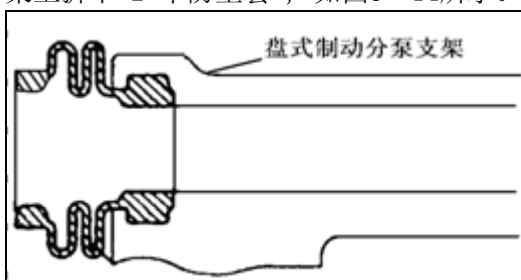

图 3—14
(1) 拆下 2 片带消音垫的摩擦片。
(2) 从每块片上拆下 1 号和 2 号消音垫片。
8) 拆卸前盘导向销防尘套。从前盘式制动分泵支架上拆下 2 个防尘套，如图3—14所示。